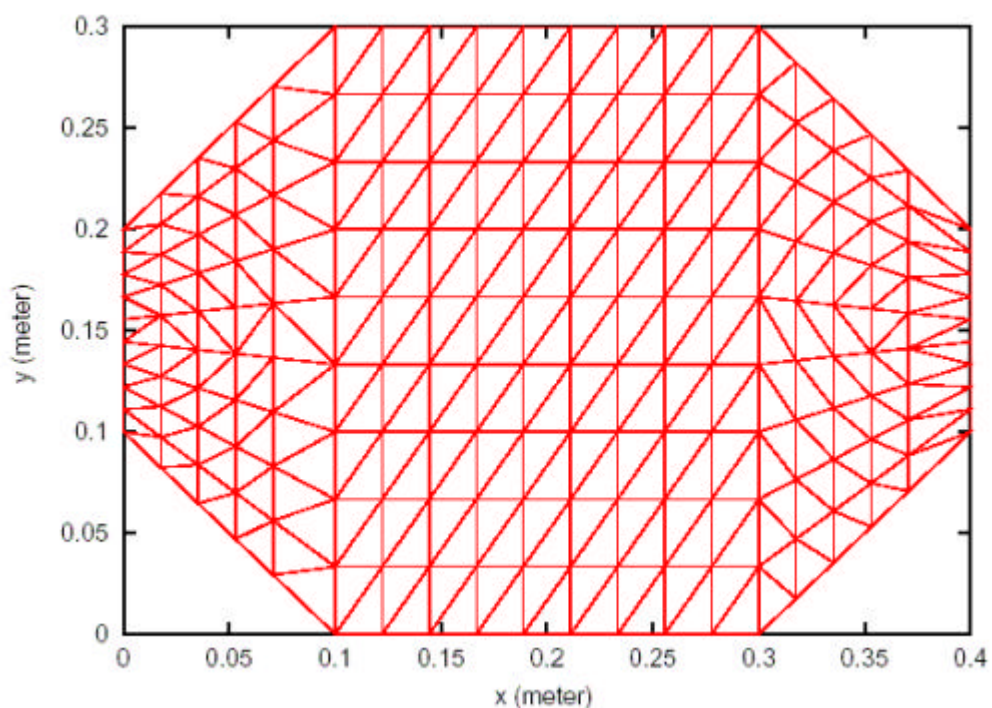

図 2 PROCOMで使用するテストモデルの有限要素メッシュ図
- (2) 図2では、テストケースの構造体の2次元メッシュを表示しています。